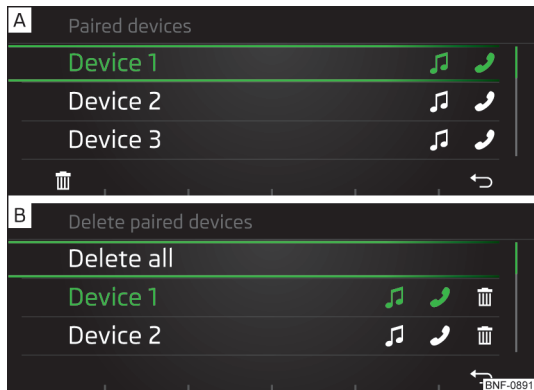

Fig. 118
În lista aparatelor externe asociate pot fi afișate pe telefonul conectat următoarele simboluri de profiluri Bluetooth® » fig. 118 - [A].
- ▶ Cu butonul rotativ  selectați aparatul extern » fig. 118 - [A].
- ▶ Acționați tasta funcțională  » fig. 118 - [A].
- ▶ Cu butonul rotativ  selectați aparatul extern » fig. 118 - [B].